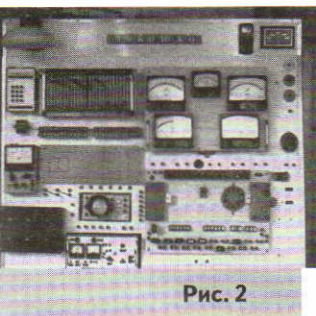

Рис. 2
9. Лабораторный универсальный комплекс для общеобразовательной школы (ЛУКОШко) – панель оборудования для практических занятий по электротехнике (рис. 2).